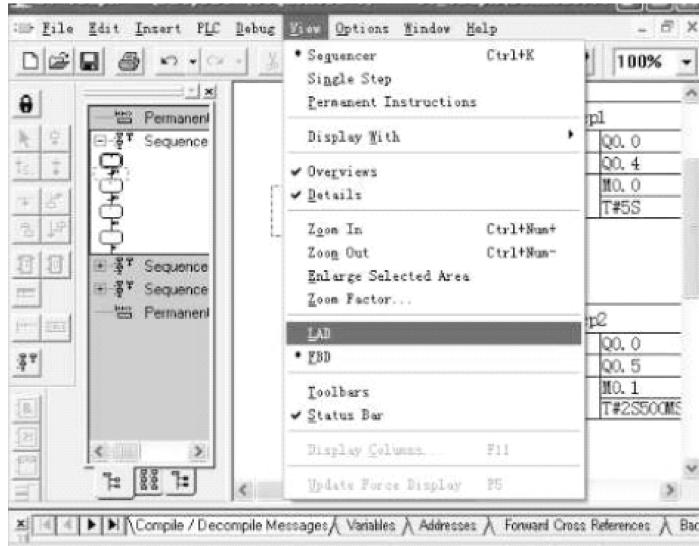

图 6-13 选择编辑转移条件程序的语言
5) 编写转移条件的程序, 转移条件程序的编写语言有 LAD (梯形图) 和 FBD (功能图块) 两种, 单击 “View”→“LAD” 或 “FBD” 可以在这两种语言中互相切换, 如图 6-13 所示, 本例选择 LAD 梯形图。